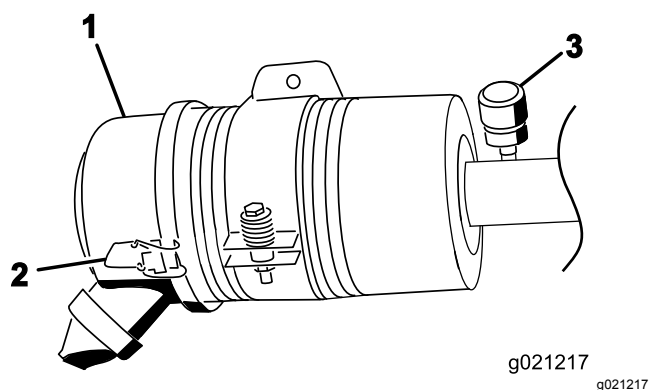

図 53
エアクリーナの整備はインジケータ図 53 が赤色になってから行ってください。早めに整備を行っても意味がありません。むしろフィルタを外したときにエンジン内部に異物を入れてしまう危険が大きくなります。
1. エアクリーナのカバーをボディーに固定しているラッチを外す(図 53)。